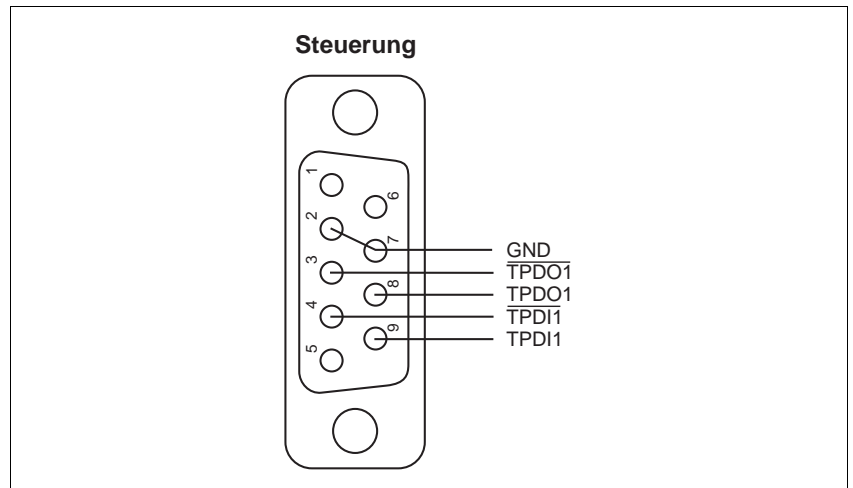

Bild 3 Anschluß Schnittstellenstecker Geräteseite
1. Litzen gemäß Bild 3 und 4 auf Stecker verlöten.